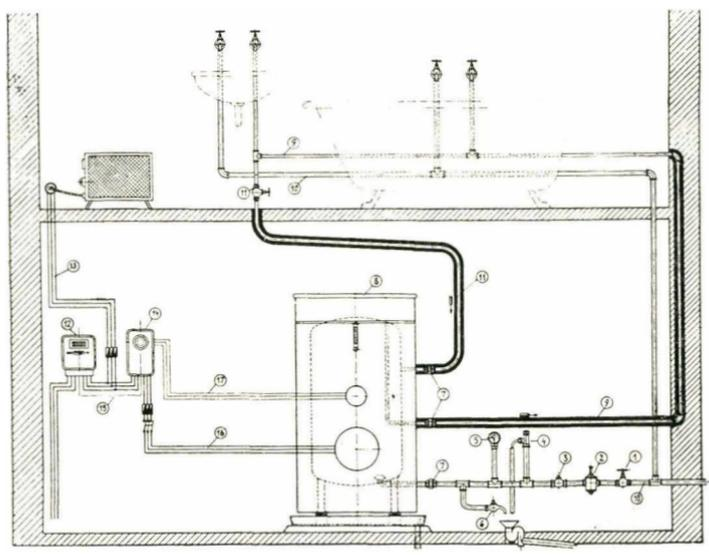

Fig. 15
Les chauffe-eau stables sont à poser sur des socles de 10 cm de hauteur en béton, en pierre ou en bois ou sur des fers U en vue de faciliter l accès de l air et le nettoyage. Lorsque l on redoute une inondation du sol (plancher) et de ce fait une détérioration du plafond situé au-dessous par exemple lors du nettoyage des corps de chauffe, qui devrait avoir lieu au moins tous les 2 ans, ou lors de la vidange du chauffe-eau, il est tout indiqué de poser l appareil sur une cuvette en tôle d environ 10 cm de hauteur reliée au tuyau d écoulement (voir fig 15)
c) SOUPAPE DE RÉDUCTION DE PRESSION Les chauffe-eau ne se construisent généralement que pour une pression de service de 5 à 6 atmosphères au maximum. Lorsque la pression normale d'une canalisation d'eau est plus élevée et que des appareils plus forts (par exemple pour 10 ou 15 atmosphères) ne peuvent être envisagés on installera une soupape de réduction de pression réduisant la pression trop élevée à environ 4 atmosphères, et cela d'une façon permanente, même lorsque l'eau ne circulera pas. La pression dans le chauffe-eau ne devra donc dépasser en aucun cas 5 ou 6 atmosphères. Il est recommandable de monter un manomètre (voir fig. 15) lors de l'emploi de soupapes de réduction de pression voir aussi § 9 h
Dans le but d'avoir dans des installations importantes, avec des postes d'eau chaude très éloignés les uns des autres, et très souvent utilisés, de l'eau bien chaude on prévoit une canalisation de circulation (voir fig 15) Cette canalisation ne devra pas aboutir dans le tuyau d'eau froide du chauffe-eau on aura soin de commander à cet effet un chauffe-eau suffisamment grand avec embouchure spéciale pour cette canalisation. On introduira un robinet d'arrêt, pour pouvoir la fermer en vue de diminuer les pertes de chaleur pendant la nuit